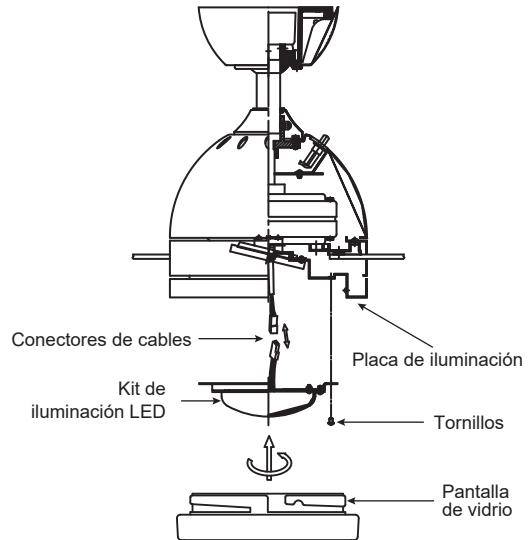

Fig. 18
Paso 1. Afloje los tres tornillos de montaje del interior del kit de iluminación LED (**Fig. 18**)
Paso 2. Mientras sujetas el kit de iluminación LED por debajo del motor del ventilador, prepara las conexiones eléctricas: (**Fig. 18**)
Paso 3. Inserte las conexiones en forma ordenada dentro de la placa de iluminación. Coloque los orificios principales del kit de iluminación LED sobre los dos tornillos aflojados previamente de la placa de iluminación, gire el kit de iluminación LED hasta que se trabe en posición en el extremo angosto de las ranuras de los orificios principales. Ajuste bien los tres tornillos. (**Fig. 18**)
Paso 4. Levante la pantalla de vidrio contra el kit de iluminación y hágala girar en sentido horario hasta que quede ajustada. NO AJUSTE EN EXCESO. (**Fig. 18**).